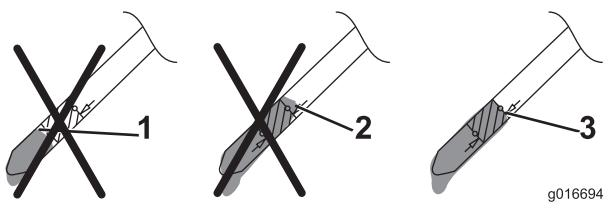

Figura 34
- Observe en la varilla el nivel de aceite (Figura 34).
- Si el nivel de aceite es demasiado bajo, vierta **lentamente** una pequeña cantidad de aceite en el tubo de llenado, espere 3 minutos, y repita los pasos **10** a **12** hasta que el nivel de aceite llegue al nivel correcto, según se muestra en Figura 34.